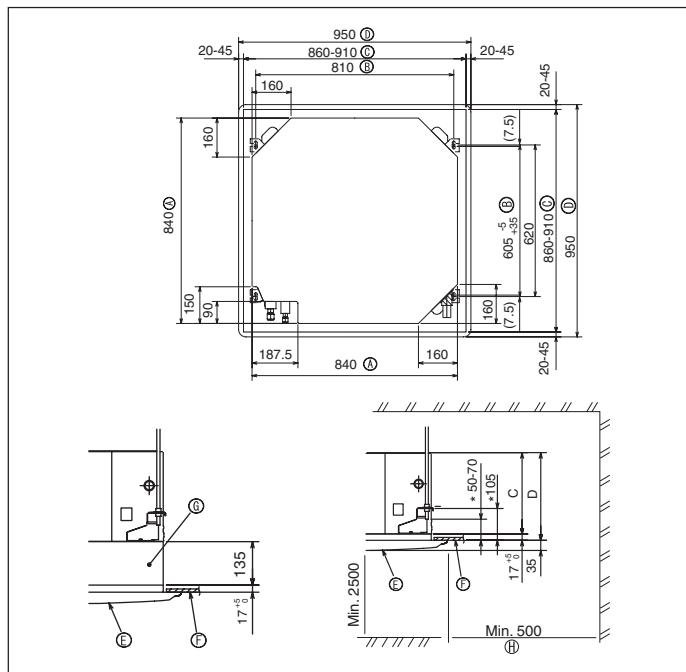

Fig. 3-2
②	Rondelalar (izolasyonlu)	4
③	Rondelalar (izolasyonsuz)	4
④	Boru kapağı (soğutucu borusu bağlantısı için)
⑤	Küçük çaplı	1
⑥	Büyük çaplı	1
⑦	Bant	8
⑧	Izgaranın montajı için rondellarıyla (M5 x 25)	4
⑨	Drenaj soketi	1
⑩	İzolasyon	1
⑪	Geçme somun 1/4F(P60)	1
3.2. Tavandaki açıklıklar ve askı civatalarının yerleri (Fig. 3-2)
* Tavan açıklığının boyutları Fig. 3-2'de gösterilen aralıktır ayarlanabilir; bu yüzden, ana ünitesi tavan açıklığının karşısına orta yayararak, aralarındaki açıklığın her tarafındaki kenarların sırasıyla aynı olmasını sağlayın.